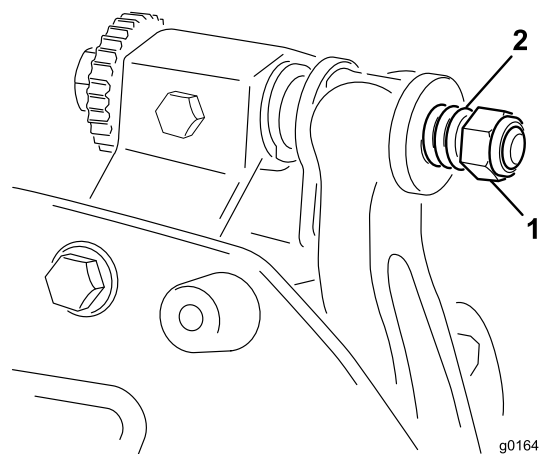

図 26
6. スプリングがつぶれるまでテンションナットを締め、そこから半回転戻す 図 26。